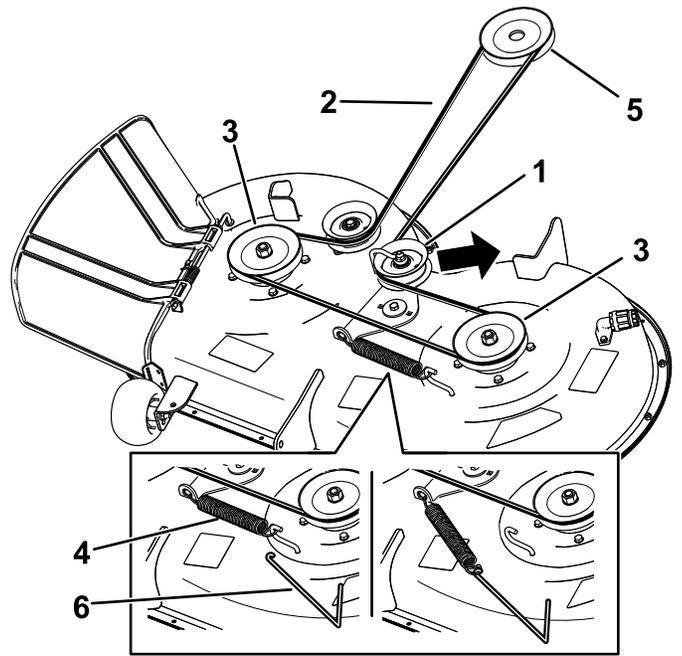

図 49
6. エンジンプーリとデッキプーリに新しいベルトを掛け回す 図 49。
7. スプリング取り外し工具Toro P/N 92-5771を用いて、デッキのフックにアイドラスプリングを取り付けてスプリングにテンションを掛ける。これによりアイドラプーリとベルトが強く張る 図 49。
5. スプリング取り外し工具Toro P/N 92-5771を用いて、デッキのフックからアイドラスプリングを取り外してスプリングのテンションをなくし、プーリからベルトを取り外す 図 49。